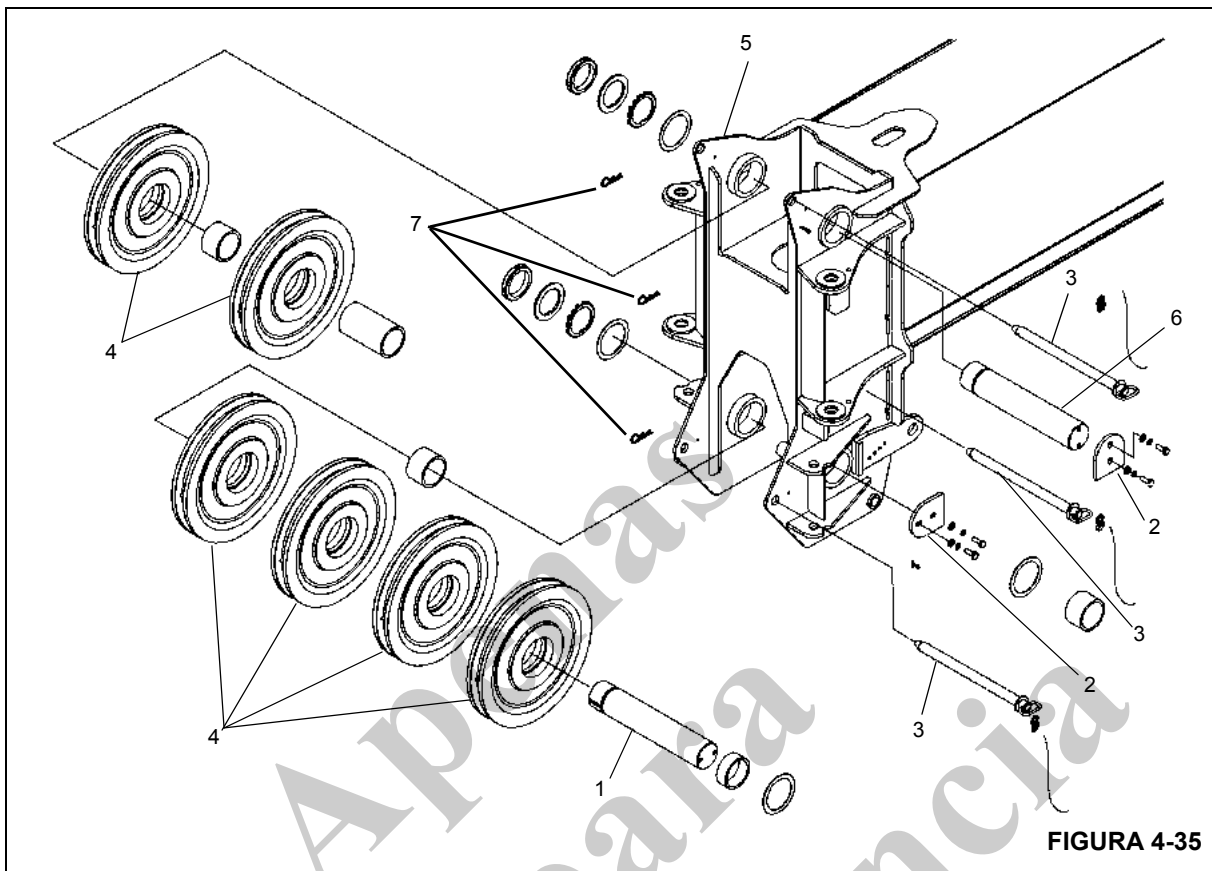

FIGURA 4-35
1. Remova os pinos com grampo dos pinos retentores dos cabos (Figura 4-35, 7) e remova os pinos retentores dos cabos (Figura 4-35, 3) das partes superior e inferior da extremidade da lança.
2. Remova os dois parafusos que prendem a tampa da extremidade (Figura 4-35, 2) no eixo das polias da extremidade superior da lança (Figura 4-35, 6). Remova a tampa da extremidade.
3. Puxe cuidadosamente o eixo das polias da extremidade superior da lança (Figura 4-35, 6) da extremidade da lança, removendo os espaçadores e as polias da extremidade da lança (Figura 4-35, 4). Observe a quantidade de espaçadores para a instalação.
1. Instale os espaçadores e as polias (Figura 4-35, 4) no eixo das polias ao instalar os eixos das polias na extremidade inferior da lança (Figura 4-35, 5).
3. Instale a contraporca, a arruela, a arruela dentada e os calços (se necessários) no eixo das polias da extremidade da lança com o lado chanfrado para fora. Instale a tampa da extremidade (Figura 4-35, 2) no lado oposto dos eixos das polias e fixe com os dois parafusos.
6. Instale os pinos retentores dos cabos (Figura 4-35, 3) nas partes superior e inferior da extremidade da lança e prenda com os pinos com grampo (Figura 4-35, 7).